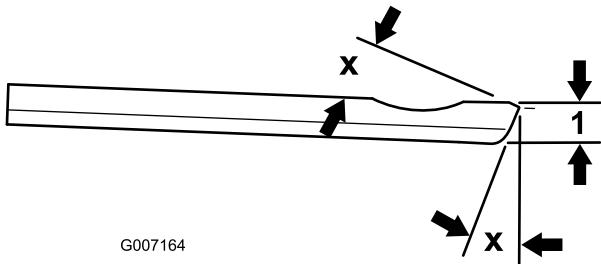

Figure 26
**Remarque:** L'angle de meulage supérieur et avant recommandé de la contre-lame est de 3 à 7 degrés (Figure 26).